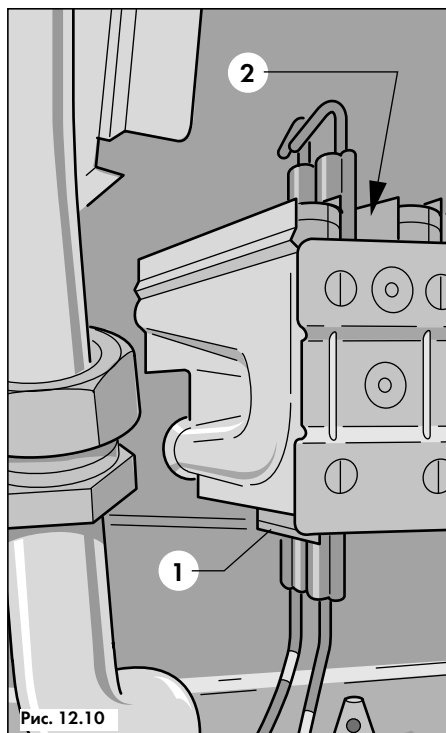

Рис. 12.10
- Для демонтажа электродов розжига или ионизационного электрода необходимо отжать пружинный стопор (1, рис. 12.10) и осторожно вытянуть электрод (2, рис. 12.10) из горелки вверх. Для установки нового электрода сожмите пружинный стопор (1, рис. 12.10) и вдвиньте электрод (2, рис. 12.10) на своё место так, чтобы его V-образный элемент корпуса установился в крестовидной направляющей;